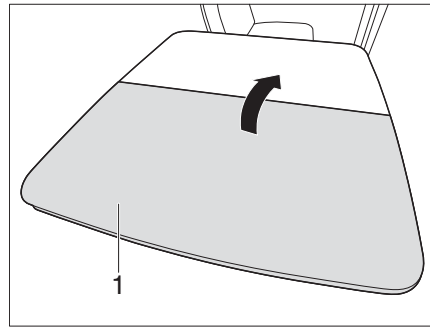

Fig. 104 Plegar la mesa plegable
- Plegar la mitad de la mesa (Fig. 104,1).